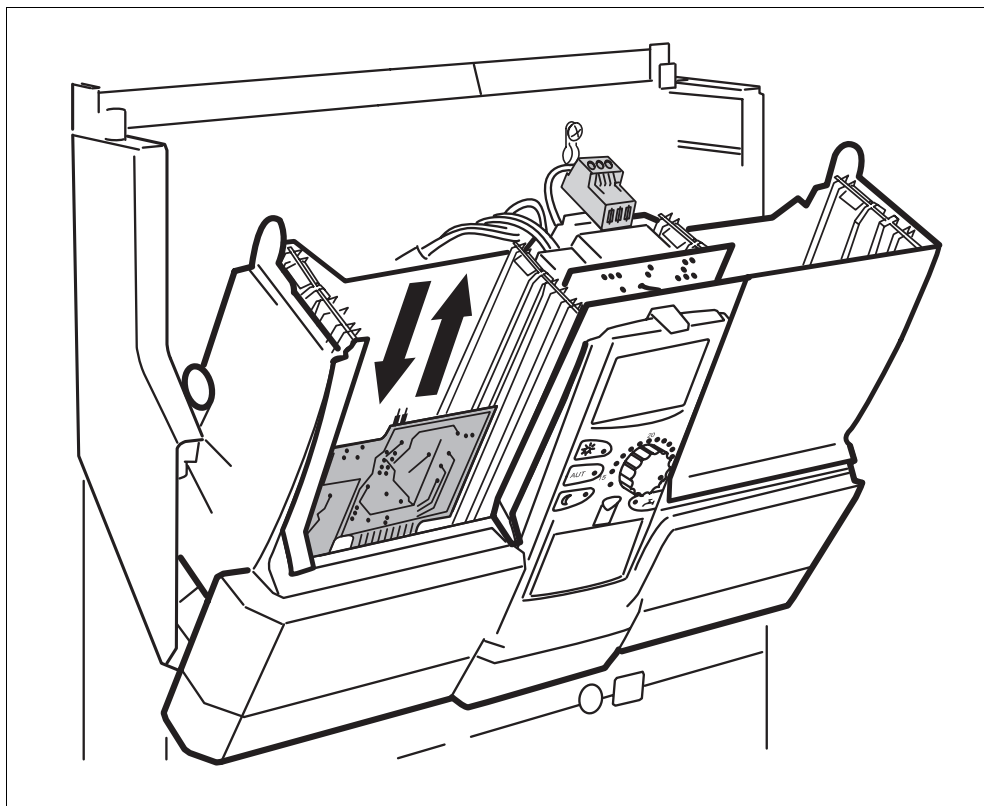

Рис. 11 Замена модуля FM 451
- Вынуть расположенную под ним плату – модуль FM 451 (рис. 11).